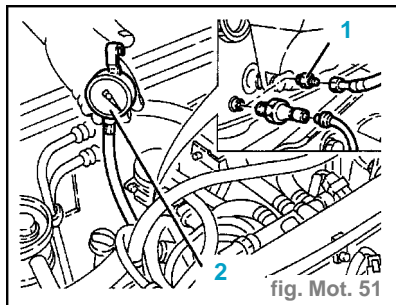

fig. Mot. 51
- Monter l'outil (1) 1.860.969.000. (fig.Mot. 51)
- Monter un manomètre (2).